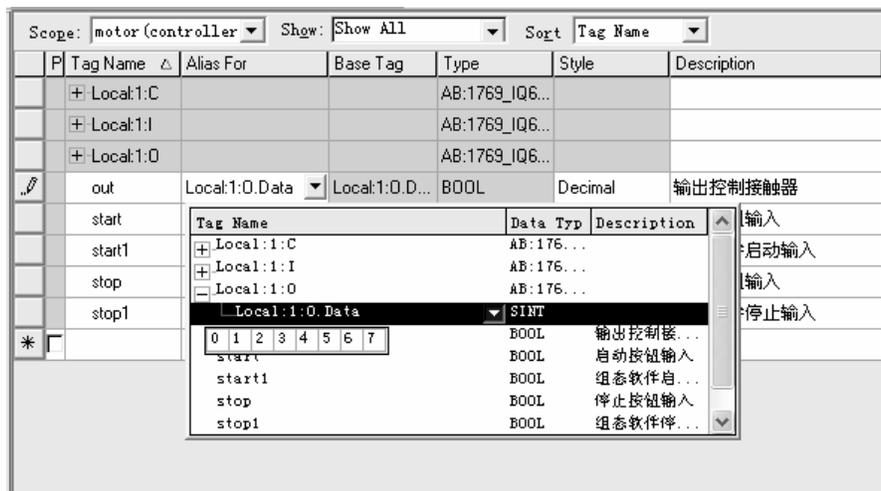

图 1.16 输出标签关联
(3) 标签的映射。单击 Data Monitor 视窗左下角的 Edit Tags, 从 Scope 的下拉菜单中, 选择 motor。在 Alias For 这一栏, 单击标签名为 out 右边的空格, 单击空格右边向下的箭头。从显示的标签浏览器中, 单击 Controller Scope Tags。单击 Logcal:1:O 前的+号, 再单击 Logcal:1:O Data。空格右边又出现一个向下的箭头, 单击这个箭头, 格子中显示许多数字, 代表标签的位, 单击 0, 选择位 0。选择 Save 保存程序, 如图 1.16 所示。